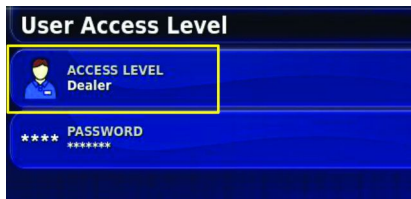

Figura 126
**Nota:** La pantalla de nivel de acceso del usuario muestra el icono CONCESIONARIO (Figura 126).